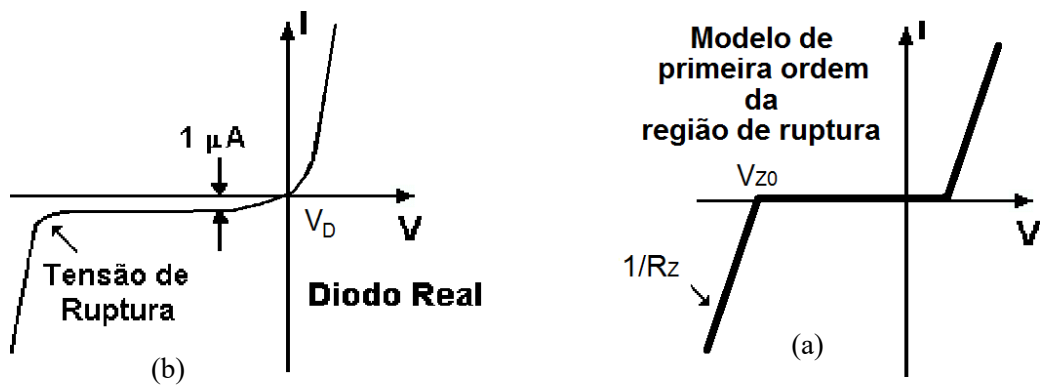

Fig. 3 – Modelo aproximado do diodo real na região reversa (a) e do diodo Zener (b).
b) Quando se utilizam diodos Zener operando na região de ruptura, é importante utilizar um modelo mais completo. Na Fig. 3 é apresentado o modelo que representa a corrente do diodo em função da tensão de polarização reversa, na região de ruptura.